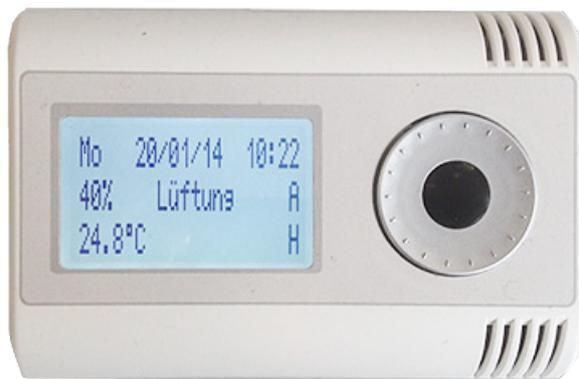

Abbildung 1: Steuer- und Regeleinheit FBD Vario 11
- ☛ Im Hauptmenü wird angezeigt (siehe auch Abbildung 1):